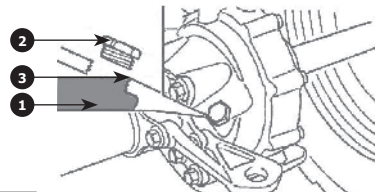

Рис. 61
3. Проверьте уровень **1** масла **Рис. 61**. Он должен соответствовать нижней кромке **3** маслозаливного отверстия. Если уровень масла ниже обозначенного уровня — долейте рекомендованное масло в задний мост.